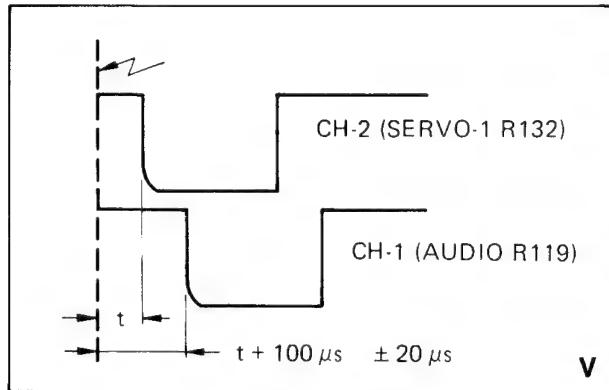

Bild 3-12
4. Trigger-Slope auf – und mit R 119 (Audio-Platte) den Impuls zeitlich so verschieben, daß der Abstand zwischen Triggerpunkt und Impuls $t + 100 \mu\text{s}$ beträgt (Bild 3-12). Die Standbildwiedergabe muß nun zitterfrei sein.